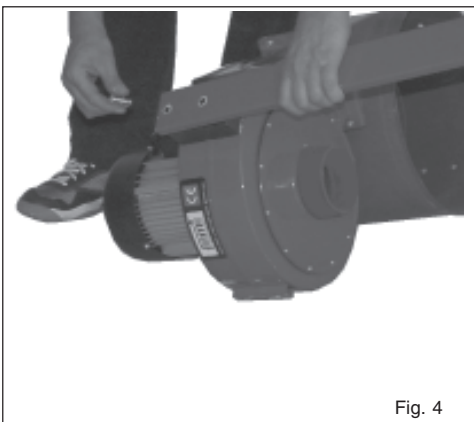

Fig. 4
3. Fixer les deux supports du collecteur avec des supports sur l'ensemble moteur à l'aide des vis, rondelles et écrous correspondants (Fig. 4).